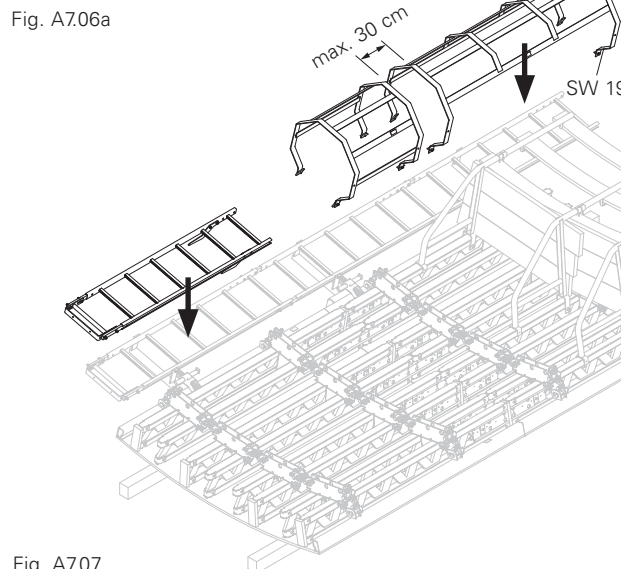

Fig. A7.07
6. Cerrar huecos con jaula seguridad escalera 75 o 150. Separación entre las jaulas seguridad escalera  $\leq 30$  cm. (Fig. A7.07)